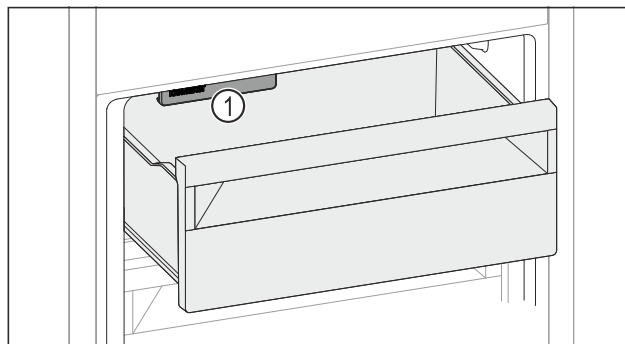

Fig. 140
- Vær opmærksom på IceMaker Fig. 140 (I).